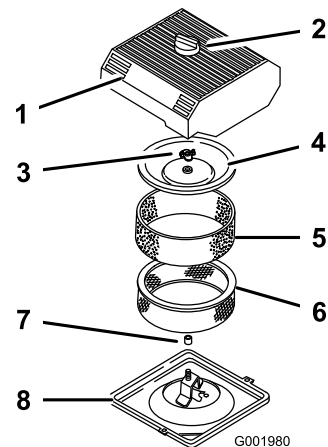

図 42
3. エアクリーナを外したときエンジン内部に異物が入らないよう、周辺をきれいに拭く（図 42）。
4. エア・クリーナのカバーのノブをゆるめてカバーを外す（図 42）。
5. ペーパー・エレメントからスポンジ・エレメントを注意深く取り外す(図 42)。
6. カバー・ナットを外し、カバーとペーパー・エレメントを外す(図 42)。
1. ペーパー・エレメントにスポンジ・エレメントを注意深く取り付ける(図 42)。
3. カバー・ナットを取り付けて指締めする(図 42)。
4. エア・クリーナのカバーとノブを元通りに取り付ける(図 42)。